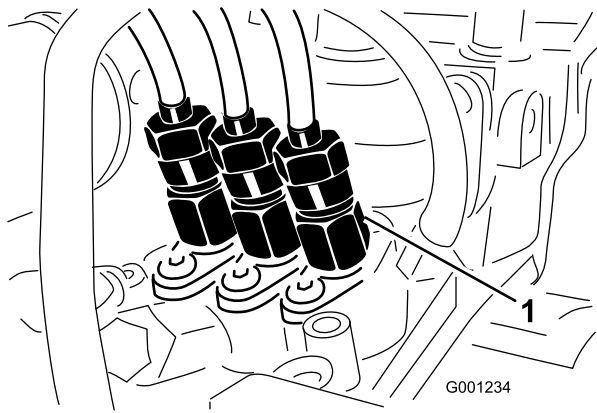

Figura 50
1. Allentate il dado del tubo nell'ugello dell'iniettore n. 1 e il gruppo di supporto nella pompa di iniezione (Figura 50).